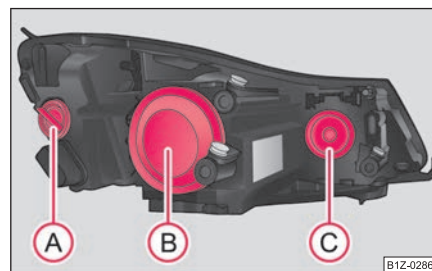

Fig. 240 Farurile din față:
Poziția becurilor în farurile din față ⇒ fig. 240.
- Scoateți capacul de protecție (B) ⇒ pagina 259, fig. 240.
- Scoateți capacul de protecție (C) ⇒ pagina 259, fig. 240.